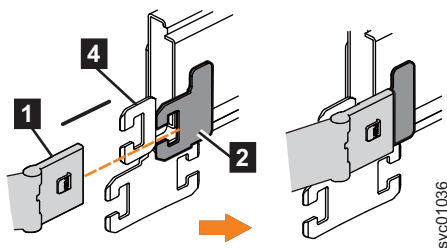

Рисунок 74. Установка внутреннего коннектора верхней части кабельного кронштейна во внутренний элемент направляющей
2. Установите внутренний коннектор верхней части кабельного кронштейна (**1**) во внутренний элемент левой направляющей (**2**), как показано на рис. 74 от внешней и внутренней направляющих.